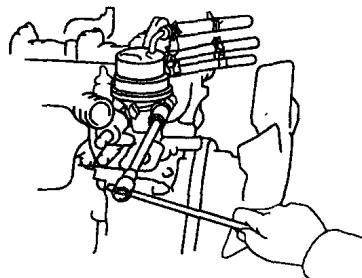

图 1-7 拆下输油泵和隔热垫
(5) 拆下输油泵，拆时先从输油管脱开3根燃油软管，再旋下两个螺母，如图1-7所示。拆下输油泵和隔热垫。
(6) 拆下凸轮链轮